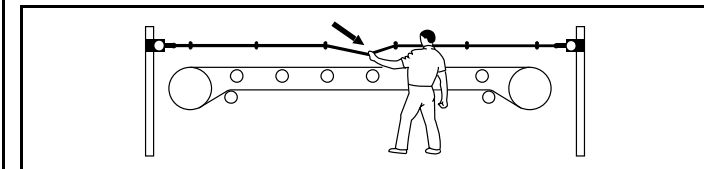

Abb. 10: Funktionstest
- Funktionsstest entsprechend Betriebsanleitung i110RP oder i150RP durchführen (Abb. 10).